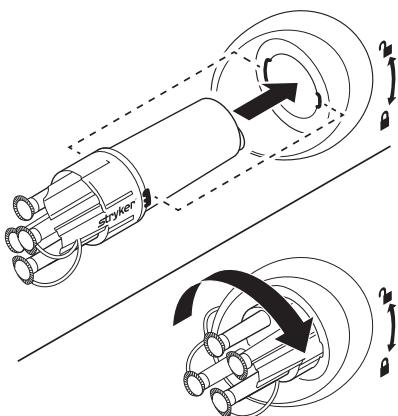

Figura 3 Instalar e bloquear o tubo de distribuição
1. Alinhe o tubo de distribuição de encaixe numa só posição com o receptáculo ranhurado e empurre-o na direcção do receptáculo do recipiente pretendido do colector móvel (Figura 3).